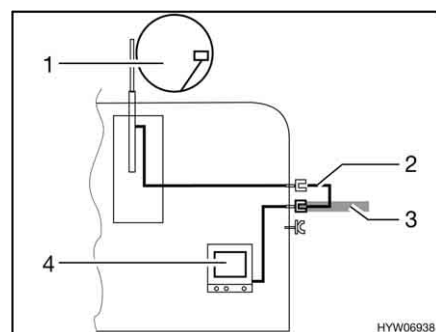

Fig. 155 TV nel veicolo
- TV nel veicolo (Fig. 155,4): Collegamento all'antenna del tetto (Fig. 155,1) con cavo di collegamento (Fig. 155,2)
- TV nel veicolo (Fig. 155,4): Collegamento a antenna esterna (Fig. 155,3)